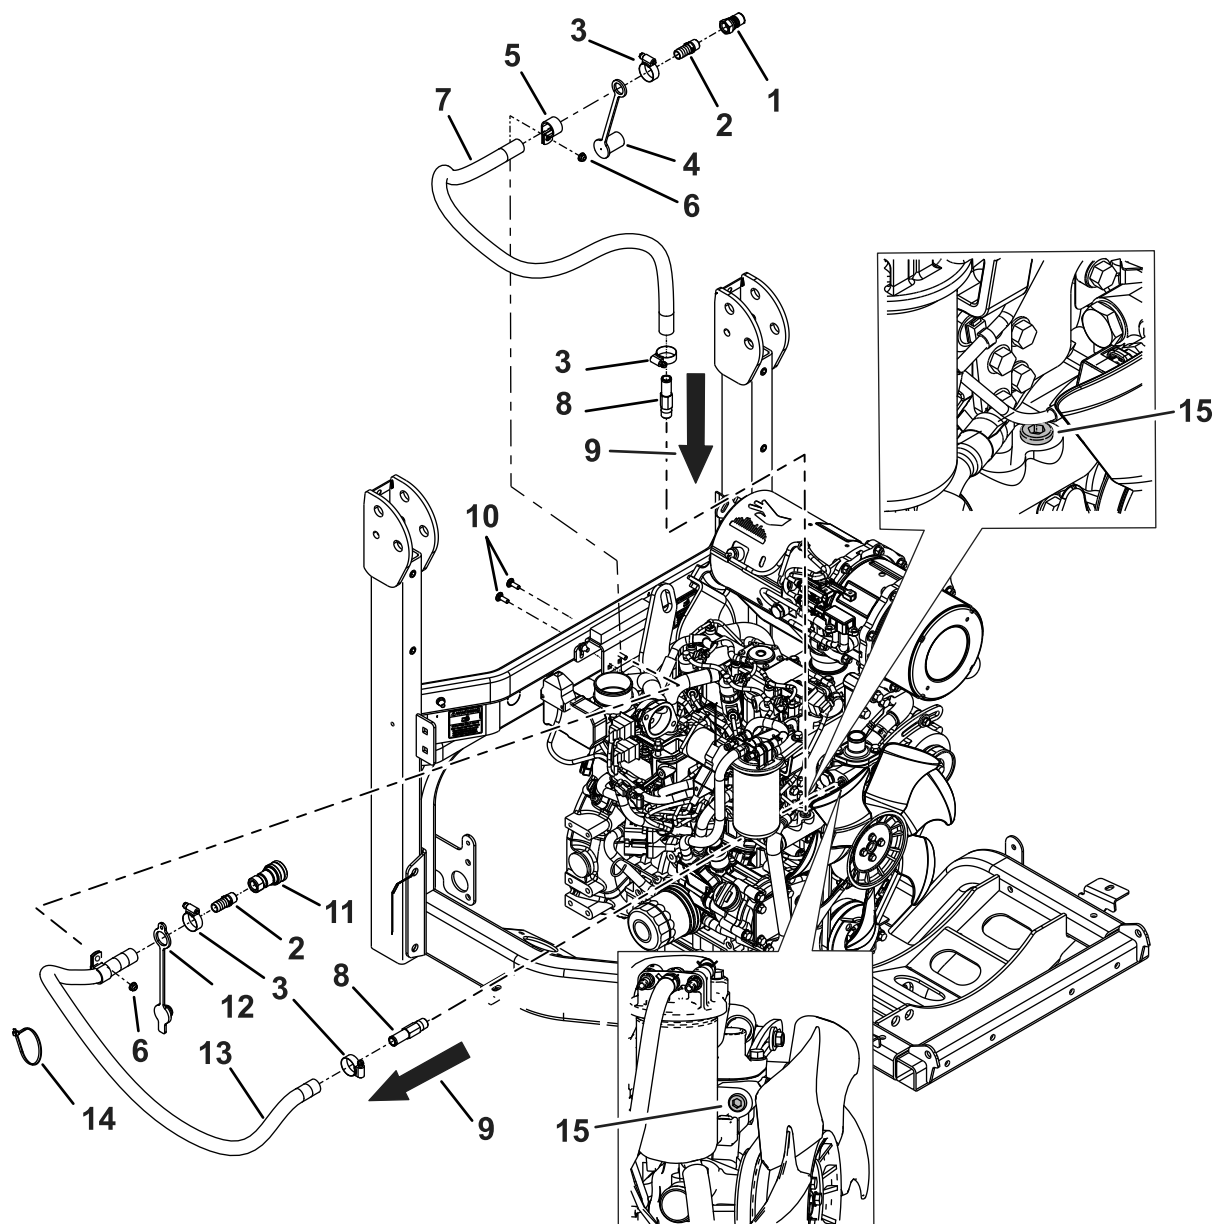
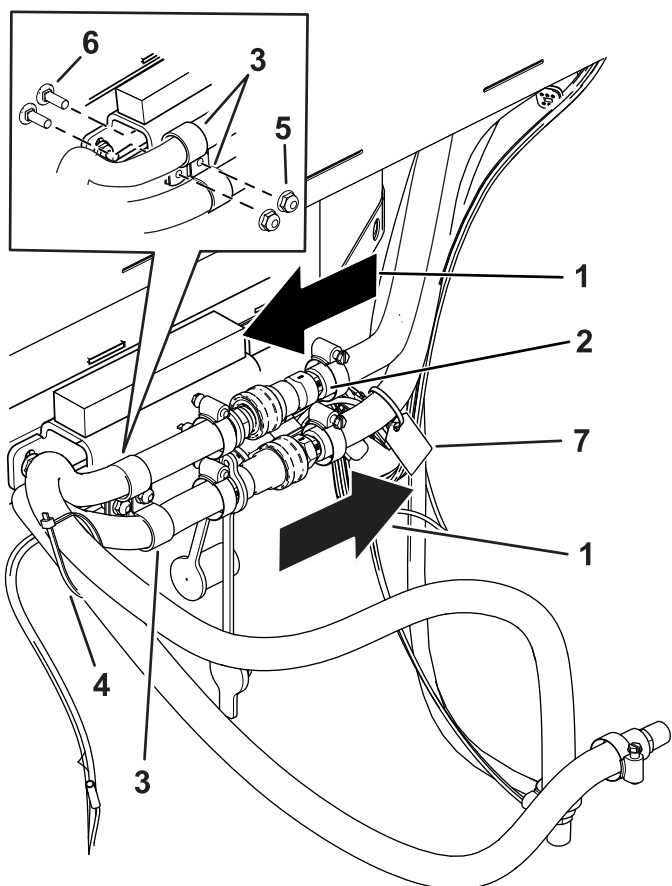

Figure 24
Figure 25
- 9. Localisez et retirez les bouchons du moteur montrés à la Figure 24.
3. Glissez les bouchons protecteurs mâle et femelle sur l'extrémité cannelé des assemblages (Figure 24).
4. Vissez les raccords droits (3/8 NPT x 5/8 cannelé) dans les coupleurs mâle et femelle (Figure 24).
6. Insérez l'extrémité cannelée des assemblages dans les flexibles et fixez-les avec les colliers (Figure 24).
| 10. Appliquez une couche de produit de scellement sur le filetage des raccords du moteur. | 15. Installez les colliers en R sur les flexibles (Figure 24). |
| 11. Serrez les raccords du moteur à la main dans les orifices. | 16. Fixez les flexibles au dos de la cabine avec 2 boulons de carrosserie et 2 écrous (Figure 24 et Figure 25). |
| 14. Enfilez les flexibles sur les extrémités cannelées des raccords du moteur et fixez-les avec les colliers (Figure 24). | |
17. Attachez les flexibles à l'écart des pièces mobiles et des surfaces chaudes avec des attache-câbles (Figure 25).